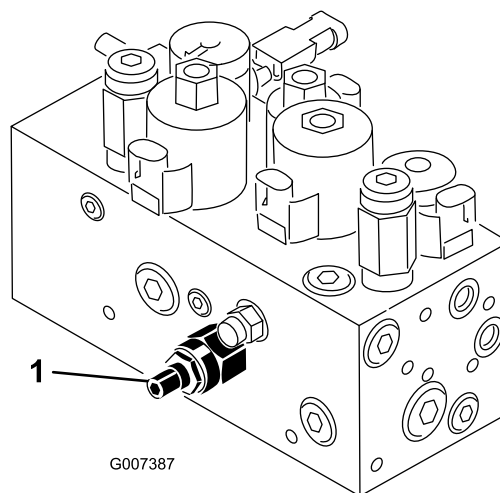

Figura 57
Il circuito di sollevamento/abbassamento degli apparati di taglio della macchina è dotato di una valvola di regolazione del flusso (Figura 57). Questa valvola viene preregolata in fabbrica con un'apertura di 3 giri circa, ma è talvolta necessario regolarla per compensare i dislivelli delle temperature dell'olio idraulico, delle velocità di tosatura, ecc. Se necessario, regolate come segue:
1. Alzate il sedile e individuate la valvola di regolazione del flusso per il telaio di trazione centrale (Figura 57), situata accanto al collettore idraulico.